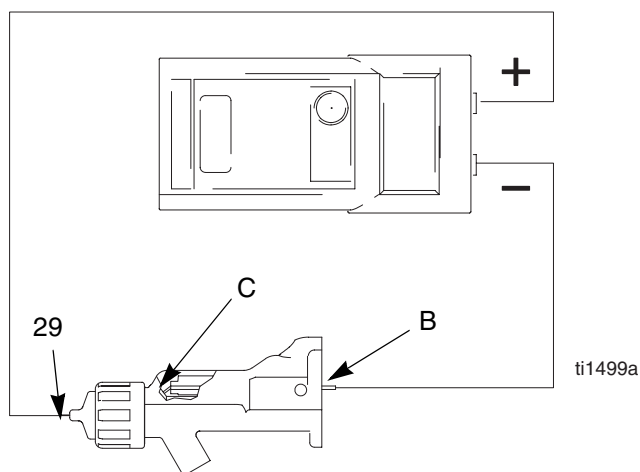

Fig. 8. Contrôle de la résistance de l'électrode
1. Introduire une tige conductrice (B) dans le canon du pistolet (démonté pour le test du bloc d'alimentation) et l'appliquer contre le contact métallique (C) à l'avant du canon.
2. Mesurer la résistance entre la tige conductrice (B) et l'électrode (29). La résistance doit être comprise entre 20 et 30 mégohms. Voir la Fig. 8.